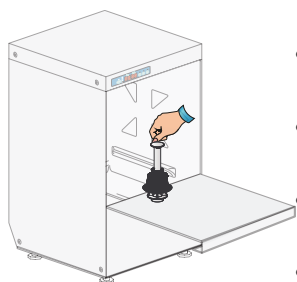
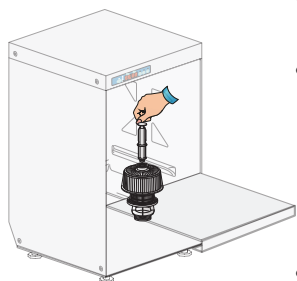

Fig. 1
Fig. 2
- Contrôler si le filtre est bien placé dans son propre siège (Fig. 1-Fig. 2).
- Introduire le tube du trop plein dans son logement situé à l'intérieur de la cuve (Fig. 1-Fig. 2).